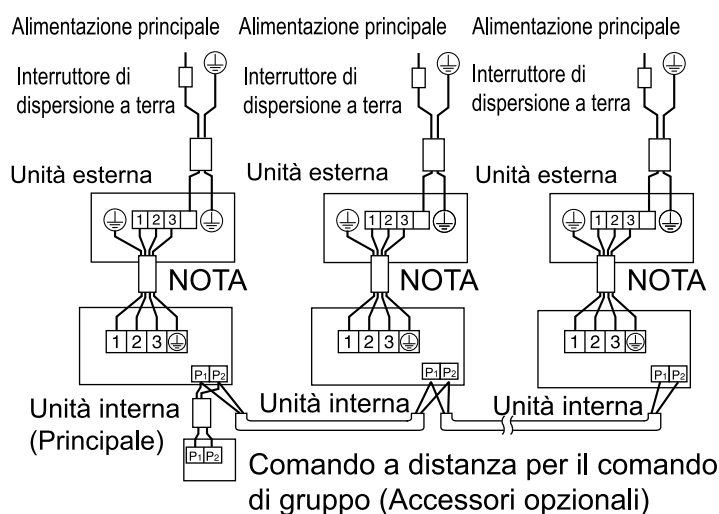

Fig. 26
(Fare riferimento alla Fig. 26)
- (1) Rimuovere il coperchio della scatola di controllo. (Consultare "5. INSTALLAZIONE DELL'UNITÀ INTERNA").
- (2) Posare degli attraversamenti tra i terminali (P1, P2) nella scatola di controllo per il comando a distanza. (Non esiste polarità). **(Fare riferimento alla Fig. 26 e alla Tabella 4)**